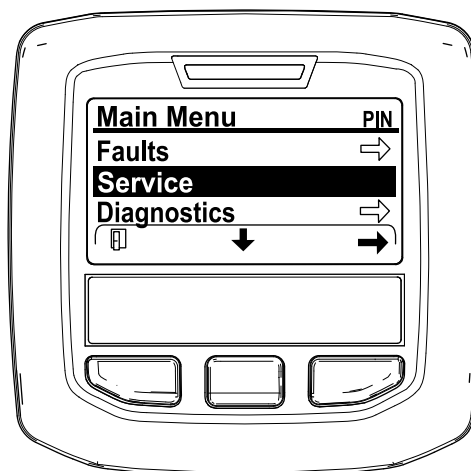

図 31
2. メインメニューMAIN MENU画面で、中央ボタンを押して整備SERVICEメニューへ移動し、右ボタンで整備SERVICEを選択する 図 31。